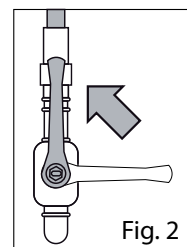

Fig. 2
- ouvrir le robinet d'interception en amont de l'équipement (Fig. 2) ;
- Remonter la vis avec rondelle d'étanchéité gaz dans l'emplacement, ouvrir le robinet d'interception en amont de l'équipement (Fig. 2) et vérifier en allumant le brûleur qu'il n'y ait pas de pertes de gaz.
- Démonter la bougie si nécessaire afin d'éviter de l'endommager durant le remplacement de l'injecteur (Fig. 2).